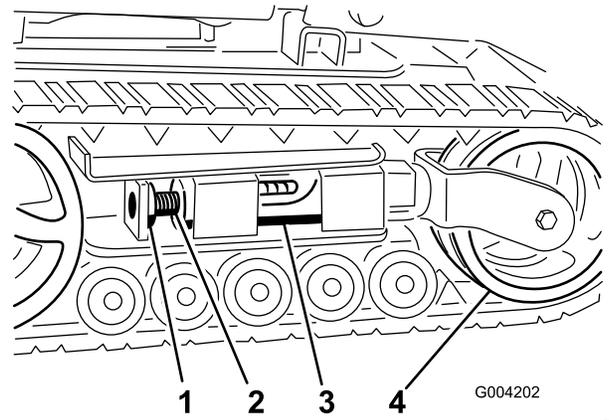

Figura 45
- Retire o parafuso de bloqueio e a porca (Figura 45).
- Alinhe o entalhe mais próximo no parafuso tensionador com o orifício do parafuso de bloqueio e fixe o parafuso com o parafuso e a porca de bloqueio (Figura 45).
- Utilizando uma chave de  $\frac{1}{2}$  polegada, liberte a tensão de acionamento rodando o parafuso tensionador no sentido dos ponteiros do relógio (Figura 45 e Figura 46).
- Utilizando uma chave de ½ polegada, liberte a tensão de acionamento rodando o parafuso tensionador no sentido dos ponteiros do relógio (Figura 45 e Figura 47).